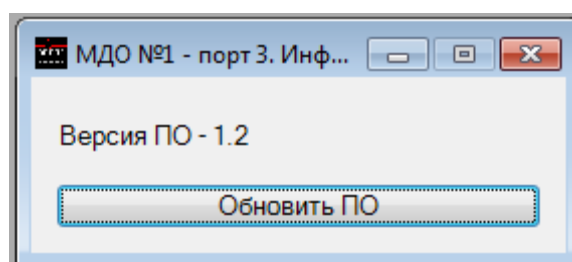

Рисунок 5.10 – Окно «Информация ПО»
2. В «УниКоне» в окне «Информация ПО» нажать кнопку «Обновить ПО» (рисунок 5.10).